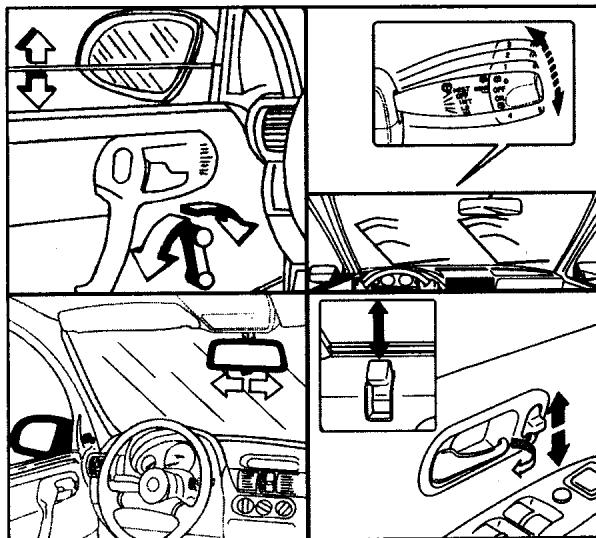

图 1-6
- 检查门窗玻璃、玻璃升降摇手柄、刮水器、后视镜和门锁等是否齐全有效(图 1-6);